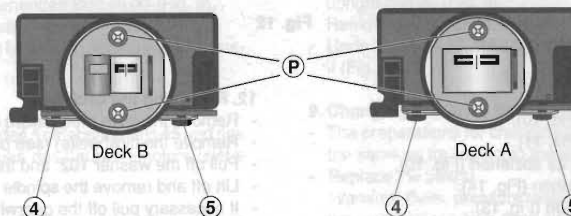

Fig. 16
- 2 Schrauben (P) herausdrehen und den Tonkopf herausnehmen (Fig. 16).
- Die Kopfschrauben (4) und (5) dienen der Kopfspaltenneueinstellung (Azimut) und dürfen nicht festgedreht werden.
- Undo 2 screws (P) and remove the sound head (Fig. 16).
- The head screws (4) and (5) are provided for adjusting the head gap (azimuth) and must not be tightened completely.